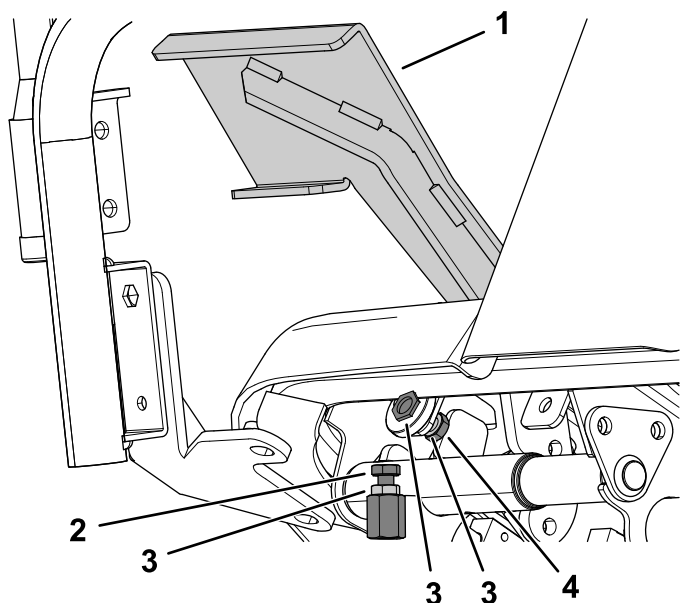

Figura 96
1. Deplasați maneta de traciune complet în față (Figura 96).
- A. Folosind o cheie, susinei opritorul pedalei de traciune pentru deplasare în față i slăbii contrapiulița din partea din spate a suportului (Figura 96).
- B. Deplasezi pedala de traciune în poziția dorită (Figura 96).
- C. Reglai contrapiulița din spate a suportului până când opritorul pedalei de traciune atinge pedala de traciune (Figura 96).